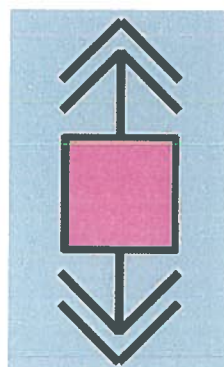

Fig. 7.21
- conturul pătratului și celelalte componente ale simbolului (exceptând interiorul pătratului) vor avea o colorare dinamică individuală ce se va realiza în funcție de prezența / absența tensiunii, starea „necunoscută”, respectiv de starea „legat la pământ” a întreruptorului pe polul respectiv. Fig.7.21.